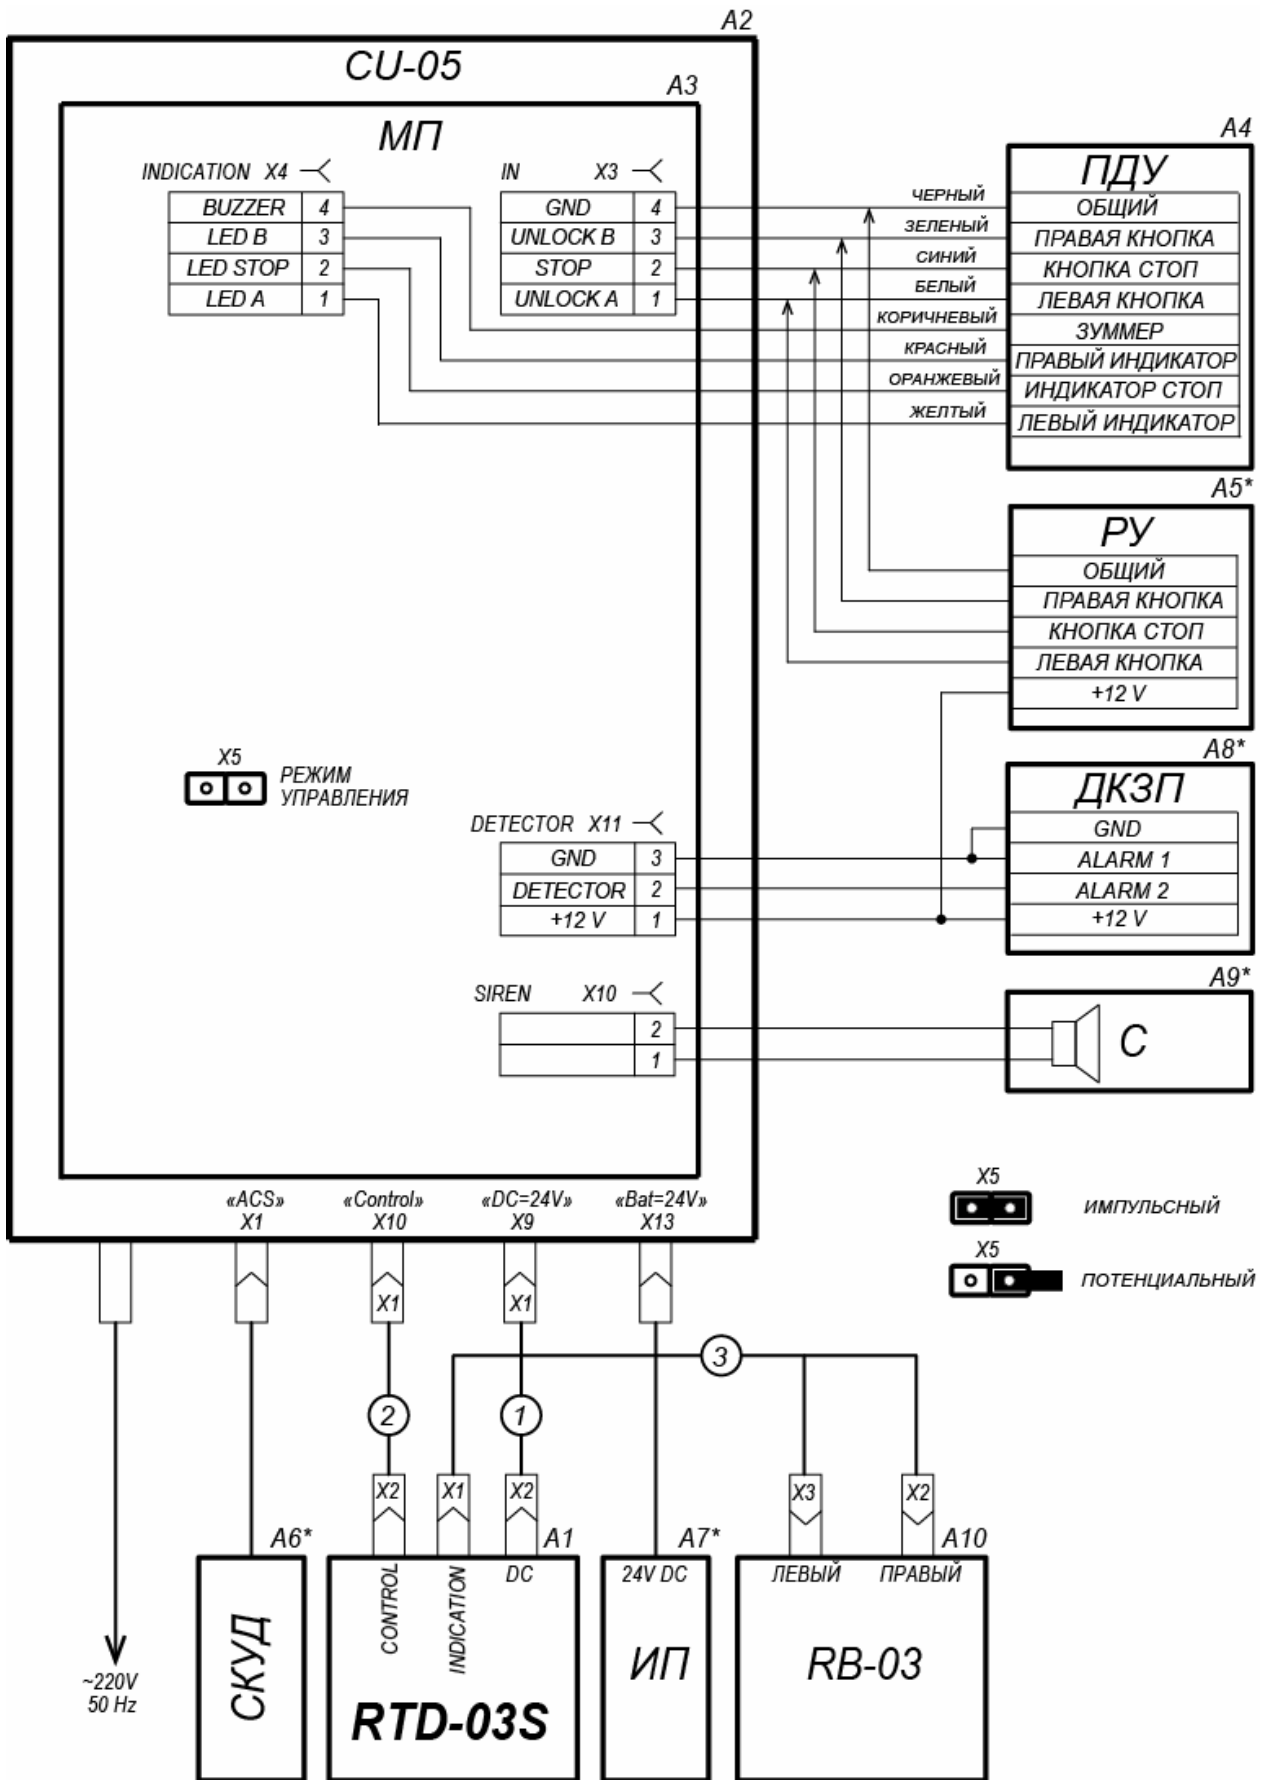

Рисунок 11. Схема электрическая соединений (обозначения элементов схемы см. в табл. 2)
3. Подготовьте в полу кабельные каналы для прокладки кабеля управления (10) и кабеля питания (11) и отверстия под анкера PFG IH 10 для крепления стойки турникета (3 отв. $\text{Ø}16 \times 60$ мм). Установите гильзы анкеров в выполненные отверстия так, чтобы они не выступали над поверхностью пола.
4. Извлеките из транспортировочного ящика и по кабельным каналам проложите от места установки БУ (8) кабели управления (10) и питания (11) к месту установки стойки турникета.
5. Извлеките из транспортировочного ящика стойку турникета и положите ее на заранее подготовленную устойчивую подставку. Подключите кабели управления (10) и питания (11) к соответствующим разъемам, расположенным на блоке кабельных разъемов (16) внутри стойки с фланцем (2) в соответствии со схемой электрической соединений (см. рис. 11). Для этого необходимо извлечь блок кабельных разъемов (16), из стойки с фланцем (см. рис. 2). После подключения кабелей установите блок кабельных разъемов (16) внутрь стойки с фланцем (2) на высоту, обеспечивающую возможность дальнейшего монтажа. Установите стойку турникета в вертикальное положение.
7. Извлеките из транспортировочного ящика створки (6). Установите заполнения створок (7) в держатели заполнения створок (15), выравнивая по высоте и соблюдая равномерность зазоров, и зафиксируйте их винтами держателей. Установите створки в патрубки (14) стойки поворотной (1). Через отверстия в